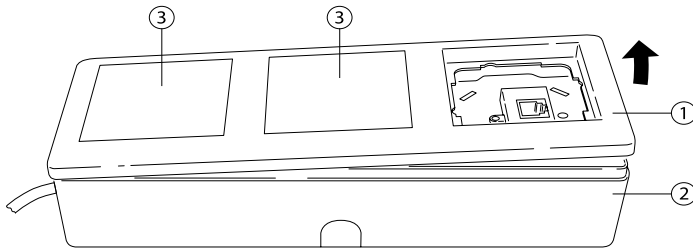

Fig. 18: Rahmen der Elektronikbox und Blindabdeckungen abnehmen
- Rahmen (Fig. 18, Pos. 1) der Heatfixx Elektronikbox (Pos. 2) rechts am Gehäuse der Elektronikbox anheben und zusammen mit den beiden Blindabdeckungen (Pos. 3) komplett von der Elektronikbox abnehmen.